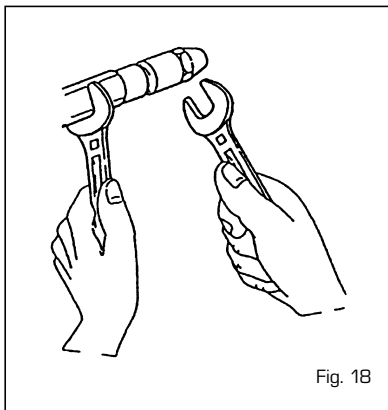

Fig. 18
- Bloquear el porta inyectores utilizando una llave n° 19 y destornillar el inyector con una llave n° 16 (fig. 18).